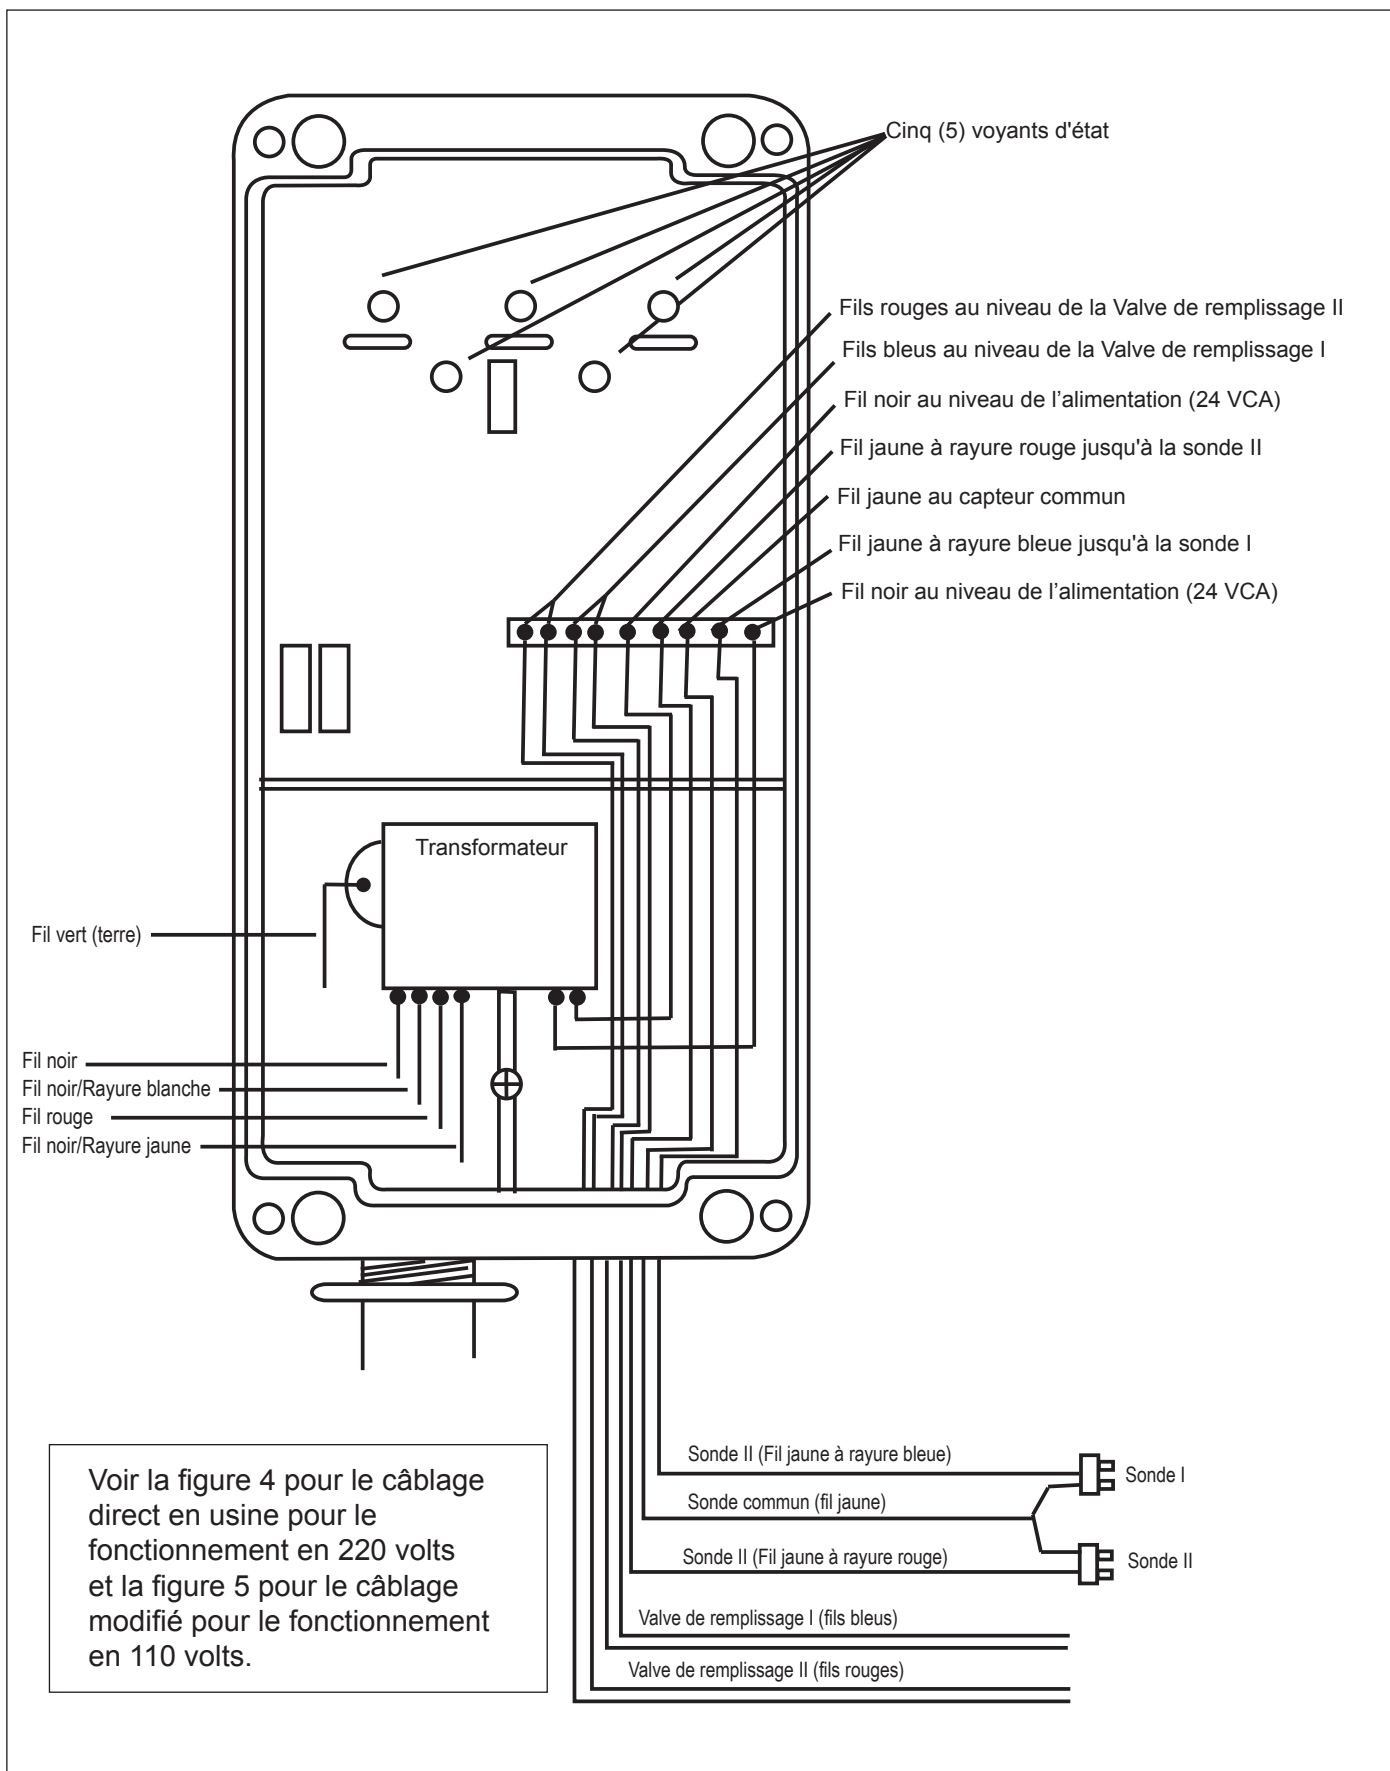

Figure 9. Boîtier de commande K-2300
- a. Connectez un fil de la sonde I et II au fil jaune du capteur commun à l'aide d'écrous à fil Voir la Figure 9.
- b. Connectez l'autre fil de la sonde I au fil jaune à rayure bleue à l'aide d'écrous. Voir la Figure 9.
- c. Connectez l'autre fil de la sonde II au fil jaune à rayure rouge à l'aide d'écrous. Voir la Figure 9.